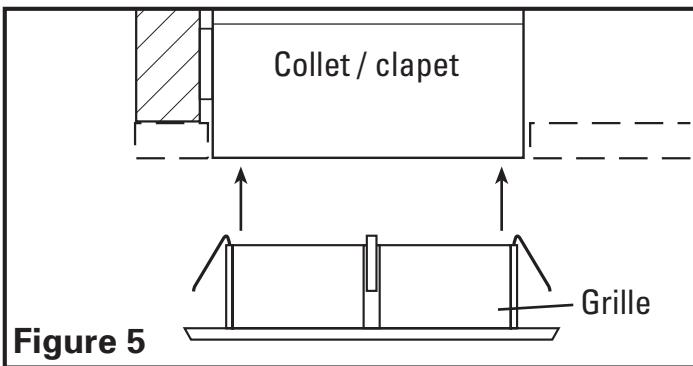

Figure 5
- Une fois le matériel du mur/plafond en place, installez la grille dans le collet en la poussant fermement vers le collet jusqu'à ce qu'elle soit à effleurement du matériau du mur/plafond (**Figure 5**).
- Installez la grille dans le collet en la poussant fermement vers le collet jusqu'à ce qu'elle soit à effleurement du matériau du mur / plafond (**Figure 5**).